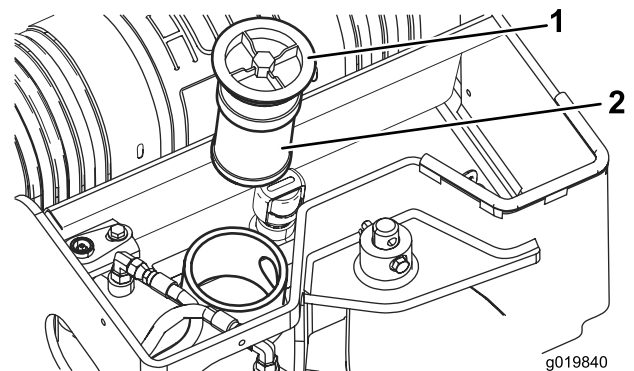

Bild 60
5. Entfernen und entsorgen Sie alten Filter (Bild 60).
6. Setzen Sie den Ersatzhydraulikfilter und den Deckel (Bild 60) ein und ziehen Sie die Schraube oben mit 21-25 Nm an.
6. Entfernen Sie den Deckel des Hydraulikbehälters und den Filter (Bild 60).
11. Setzen Sie den Hydraulikfilter und den Deckel (Bild 60) ein und ziehen Sie die Schraube oben mit 21-25 Nm an.